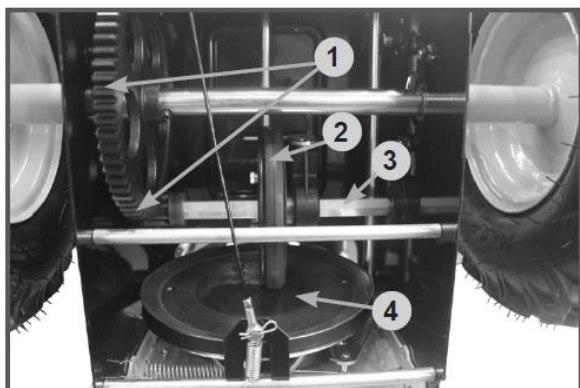

Рис. 17 Обслуживание трансмиссии
Если при нажатом рычаге включения хода снегоуборщик не движется или при нажатии на рычаг включения хода слышны посторонние звуки, а регулировка длины троса включения хода не позволяет устранить проблему, возможно, фрикционное колесо поз. 2 (Рис. 17) полностью износилось и его необходимо заменить.
4. Нанесите многоцелевую консистентную смазку тонким слоем на шестигранный вал поз.3 фрикционного колеса и зубья шестерен поз.1 (Рис. 17).
Не допускайте попадания смазки на резиновое фрикционное колесо поз.2 и ведущий диск поз.4 (Рис. 17).